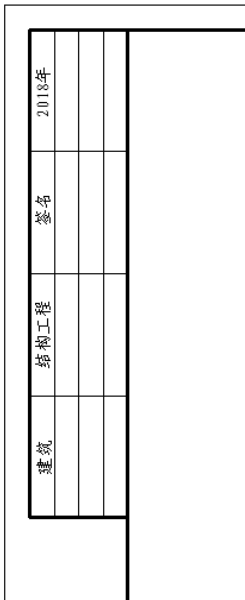
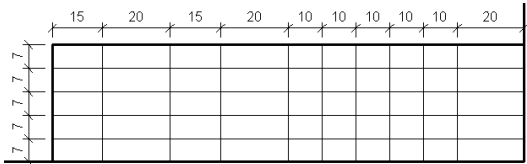

图 3-30 移动会签栏
图 3-31 绘制标题栏
(9) 单击“修改”选项卡“修改”面板中的“旋转”按钮，将会签栏逆时针旋转 90°；单击“修改”选项卡“修改”面板中的“移动”按钮，将旋转后的会签栏移动到图框外的左上角，如图 3-30 所示。
(10) 单击“创建”选项卡“详图”面板中的“线”按钮，打开“修改|放置线”选项卡，将子类别更改为“线框”，单击“绘制”面板中的“矩形”按钮，以图框的右下角点为起点，绘制长为 140mm，宽为 35mm 的矩形。
(11) 单击“修改”面板中的“偏移”按钮，将水平直线和竖直直线进行偏移，偏移尺寸如图 3-31 所示，然后将偏移后的直线子类别更改为“细线”。